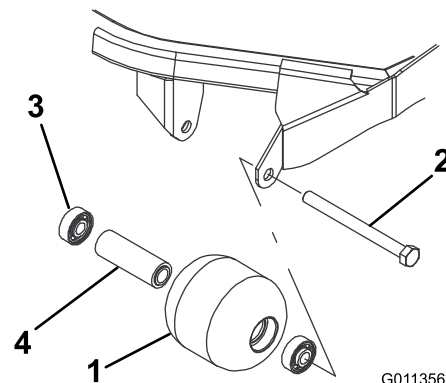

Figura 80
1. Retire el perno de montaje del rodillo (Figura 80).
4. Inspeccione el alojamiento del rodillo, los cojinetes, y el espaciador del cojinete (Figura 80) Sustituya cualquier componente dañado y móntelos.
1. Introduzca a presión el primer cojinete en el alojamiento del rodillo (Figura 80). Haga presión solamente sobre el anillo de rodadura exterior, o de forma igual sobre el anillo exterior y el interior.
2. Introduzca el espaciador (Figura 80).
3. Introduzca a presión el segundo cojinete en el alojamiento del rodillo (Figura 80). Presione de manera uniforme sobre el anillo de rodadura interior y el exterior hasta que el anillo de rodadura interior entre en contacto con el espaciador.